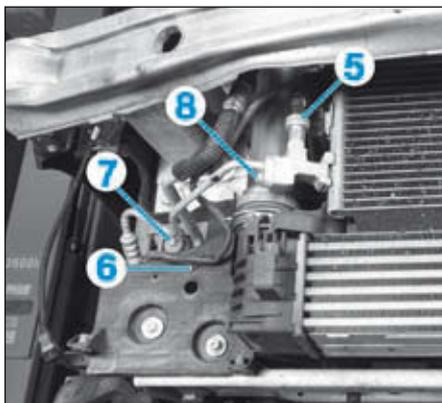

FIG.100
- Débrancher le connecteur du pressostat de climatisation (5) (Fig.100).
- Dégrafer le faisceau (6).
- la vis de bride (7),